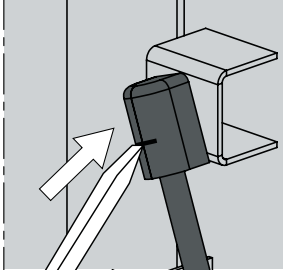
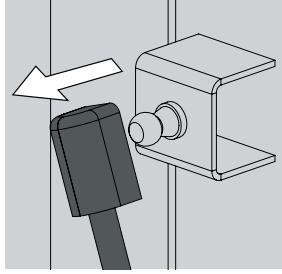

Figura 11
Figura 12
2. Utilizando un destornillador pequeño, inserte la pala del destornillador en la ranura y debajo del sujetador del amortiguador (figura 11). Levante el sujetador haciendo palanca hasta que el perno tipo bola quede liberado, y retire el amortiguador. (figura 12) Repita este proceso para el sujetador inferior.